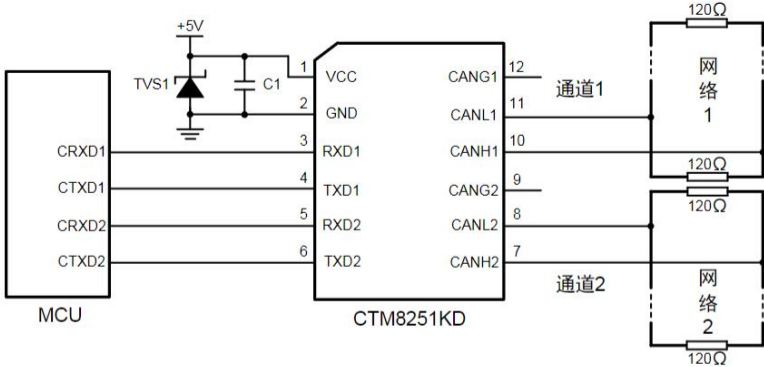

图 1. 典型连接应用电路
CTM8251K (A)D可应用于两个不同的CAN网络之间，典型如应用到CAN网桥、CAN中继器中。两路CAN通道之间相互独立，相互隔离。在使用环境优良的简单应用中，如收发器测试、产品短距离通信测试等。模块接上电源，端口和MCU及CAN网络总线连接，一般场合下，模块接上电源，端口和CAN控制器及CAN网络总线连接，无需外加器件便可直接使用。图1所示为5V带CAN控制器的MCU接口与CTM8251KD隔离收发器模块的连接图，模块必须采用5V电源供电，模块的TXD、RXD脚接口匹配电平为5V，不支持3.3V系统电平。同理3.3V带CAN控制器的MCU接口与CTM8251KAD隔离收发器模块的连接，模块必须采用3.3V电源供电，模块的TXD、RXD脚接口匹配电平为3.3V，不支持5V系统电平。